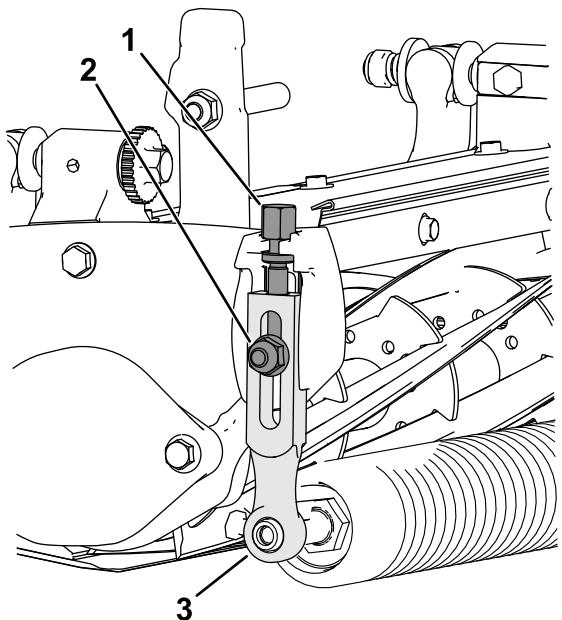

Figura 9
1. Afloje las contratuercas que fijan los brazos de altura de corte a las chapas laterales de la unidad de corte (Figura 9).